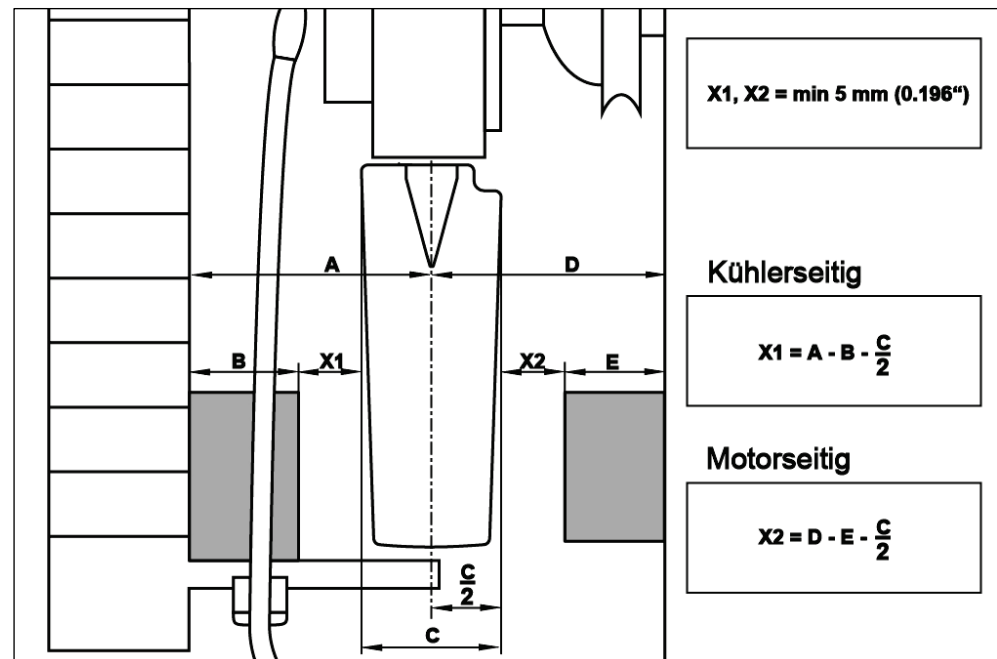

Abb. 39
33) Messen, ob sich Objekte im Weg befinden (siehe Abb. 39).